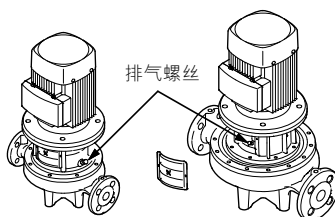

图 13 排气螺丝位置
- 关闭排放截止阀，并拧松电机托架内的排气螺丝。参见图 13。
- 拧松排气螺丝。参见图 13。
- 3. 启动时，拧松电机托架内的排气螺丝使水泵排气，直到通气孔的液体流量稳定。参见图 13。